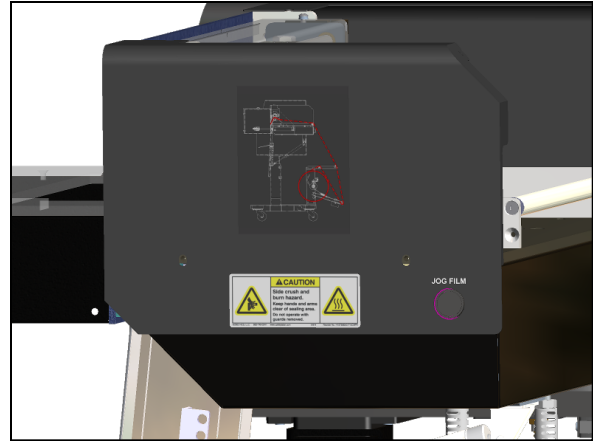

Abb. 2-3A. Bahnaufkleber und Tiptaste.
6. Führen Sie die Folie manuell durch die verschiedenen Rollen. An der Seite der **Sharp MAX™** befindet sich ein Aufkleber mit dem Bahnführungsplan, der den Weg der Folie durch die Maschine zeigt. **Abb. 2-3A.**
8. Fahren Sie die Folie mit der Tiptaste (Abb. 2-3A) vorwärts, bis sich eine Perforation zwischen der Fotozelle und dem Drucksteg befindet.